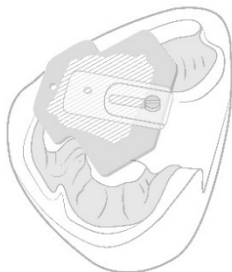

Рис. 3
12. Нижнечелюстную регистрационную пластинку интенсивно закрашивают с помощью CANDULOR Marker. Вводят шаблоны в полость рта и под руководством врача пациент записывает готический угол, проводя передне-задние и боковые движения нижней челюстью (Рис. 3).